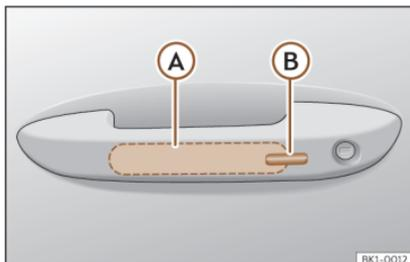

Fig. 61 Manecilla de la puerta: superficies sensoras
>>> **fig. 61**
- Toque la superficie sensora >>> **fig. 61** **(B)** situada en el lado exterior de la manilla de la puerta. Todos los intermitentes parpadean una vez
- Antes de que transcurran 5 segundos, toque una vez el sensor del lado exterior de la manilla de la puerta»» fig. 61 (B). Al hacerlo, no agarre la manilla. El sistema Keyless Access queda desactivado temporalmente.